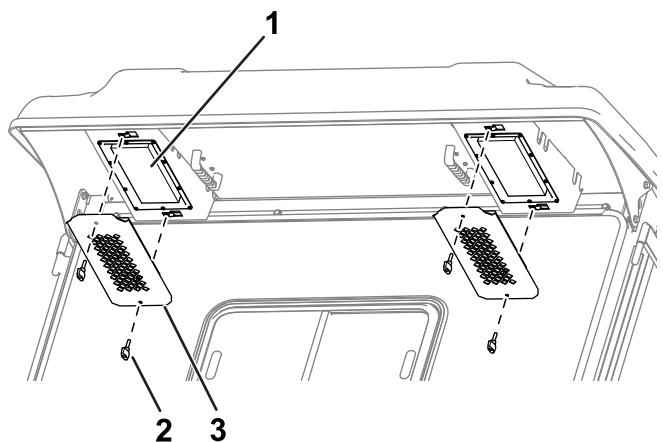

Рисунок 116
4. Установите фильтр в кабину с помощью ручек и решеток (Рисунок 116).
1. Снимите ручки и решетки с задней выступающей части кабины (Рисунок 116).